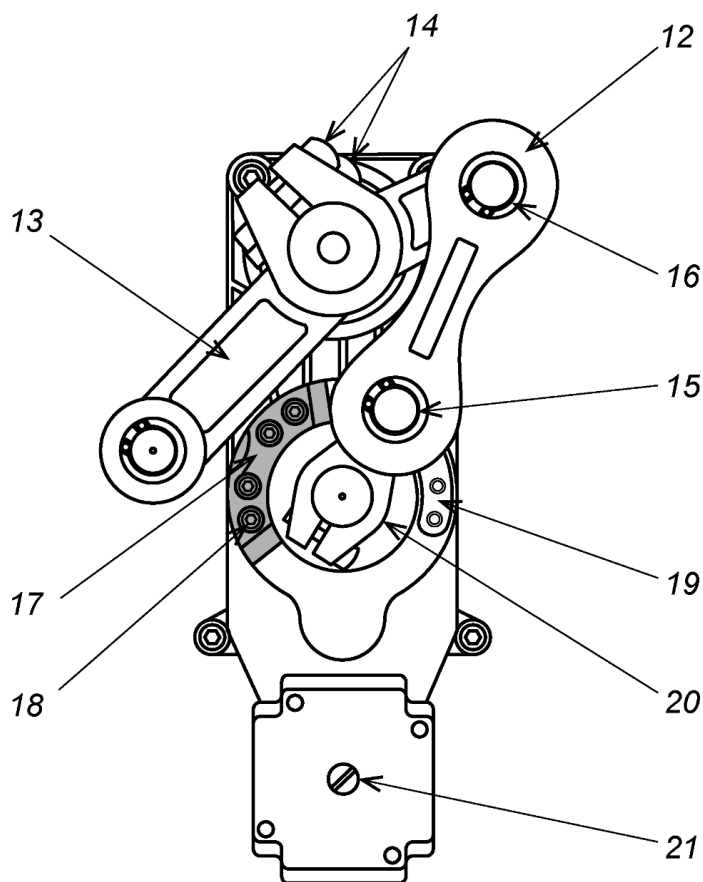

Рисунок 8. Порядок переустановки стрелы шлагбаума
По умолчанию шламбаум поставляется с положением стрелы, рассчитанной на правосторонний проезд (стойка шламбаума фронтальной стороной располагается справа от проезжей части). При необходимости изменения этого положения на противоположное выполните следующие действия (см. рис. 8):
Для разблокировки стрелы откройте дверцу шлагбаума и шлицевой отверткой вращайте втулку (21) (см. рис. 8) влево или вправо до тех пор, пока нижний шарнир шатуна (12) не выйдет из крайнего положения и стрела не станет поддаваться ручному воздействию вверх или вниз.
1. Откройте дверцу (2) стойки шлагбаума.
2. Шестигранным ключом S10 ослабьте два болта (14), фиксирующие рычаг (13) на валу кронштейна стрелы (см. рис. 8). Придерживайте стрелу от падения!